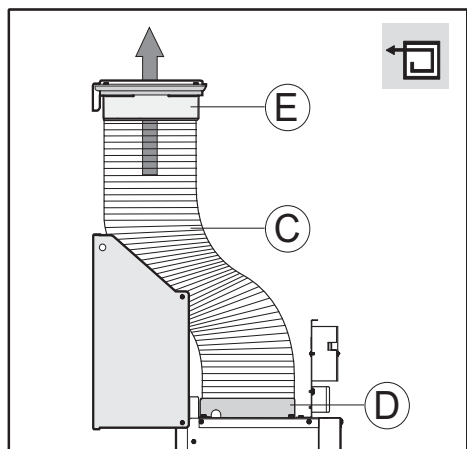

Fig.8
- Se il vostro modello è in **versione filtrante**, prima di fissare la scocca alla struttura, fissare il tubo flessibile **C** (non fornito) alla bocca di uscita aria **D** della cappa e della flangia uscita aria **E** (fig.8).